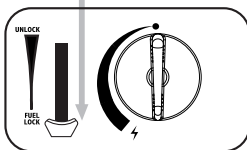
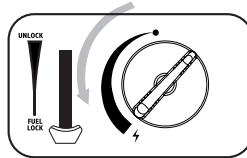

fig. 3
fig. 4
3. Drücken Sie den Kartuschenhebel (6) nach unten (Abb. 3) und schließen Sie die Kartuschenabdeckung.
4. Wenn Sie ein "zischendes" Geräusch hören, ist die Kartusche nicht richtig eingesetzt worden. Versuchen Sie nicht, das Gerät zu zünden, sondern stellen Sie den Hebel (6) in die Position "UNLOCK" und wiederholen Sie die Schritte (1-4).
5. Drehen Sie den Bedienknopf (8) vollständig in die Zündposition, bis er einrastet. (Abb.4) Wiederholen Sie diesen Vorgang, bis der Brenner zündet.